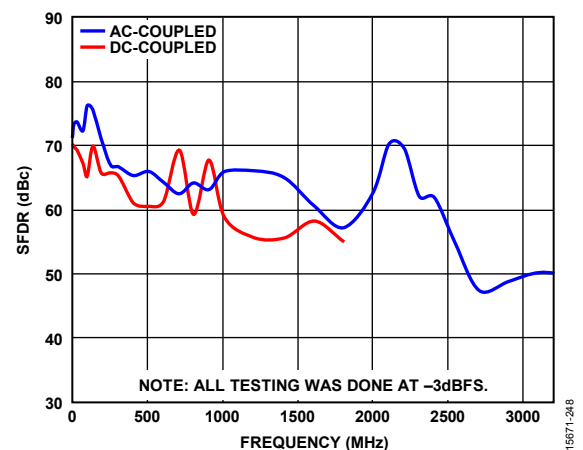

図 48. ADC システムの SFDR と周波数の関係
フルスケール (FS) の ADC システムに関して、および 図 48 に S/N 比と SFDR を示しています。